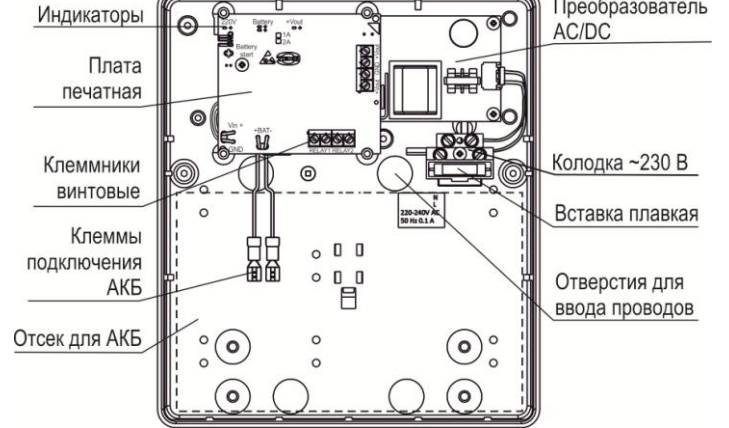

Рисунок 2
5.1 Конструктивно источник питания выполнен в виде блока съёмной крышкой. Внутри блока установлены печатная плата с радиоэлементами и колодка с вставкой плавкой, для подключения сетевого напряжения (рисунок 2).